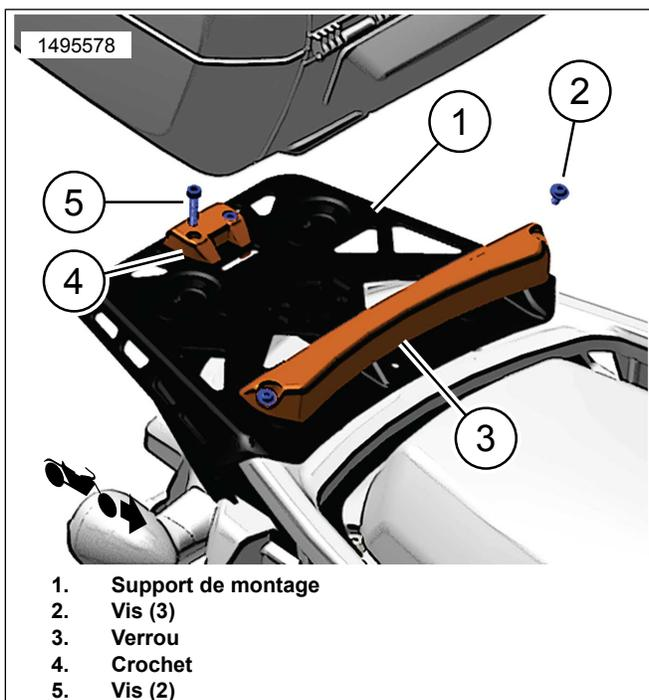
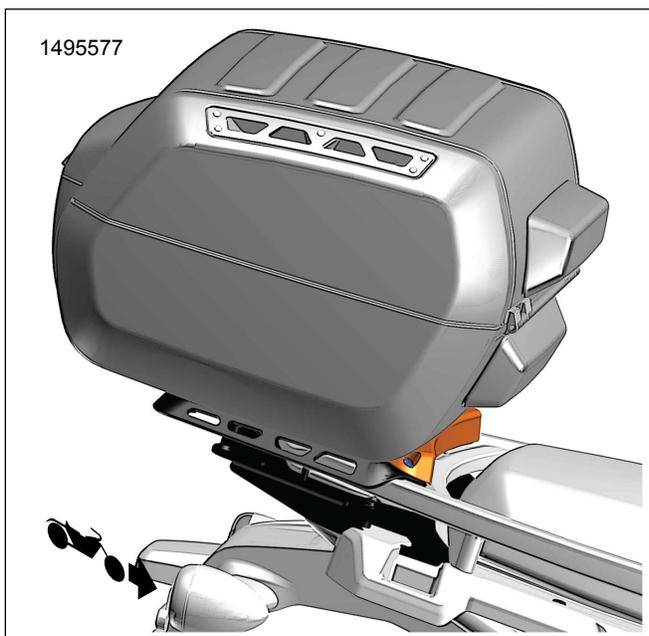

Figure 13. Kit d'installation (53000812)
Figure 14. Installation de la valise supérieure
1. Figure 13 Installer le kit d'installation sur le support de montage.
- a. Installer le loquet (3) avec les trois vis (2) sur l'avant du support de montage (1). Serrer.
3. Consultez Figure 13 et Figure 14 . Faire glisser la valise supérieure sur le loquet avant (3) et ajuster vers le bas jusqu'au déclic dans le crochet arrière (4).